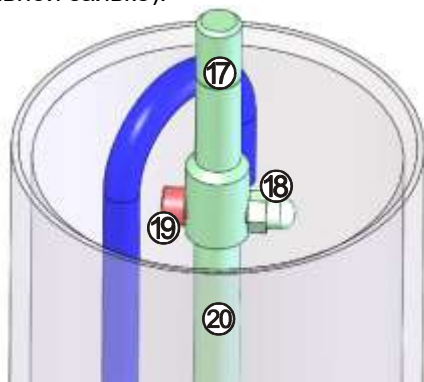

Рис.7
6.3.6 замена резьбовой части шпильки (рис.7), для чего:
- открутить гайку (18) и вынуть из шпильки (20) стопорный винт (19);
- потянув, снять изношенную резьбовую часть (17) шпильки и заменить на новую (поставка ремкомплекта по дополнительной заявке).